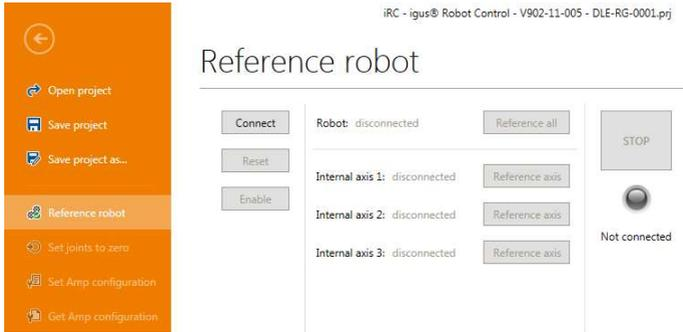

Abb. 7.4 Referenzierungsfenster.
4. Klicken Sie auf die Schaltflächen, um mit der Referenzierung der Achsen zu beginnen, siehe Abb. 7.4. Mehrere Gelenke können die Referenzierung parallel durchführen.